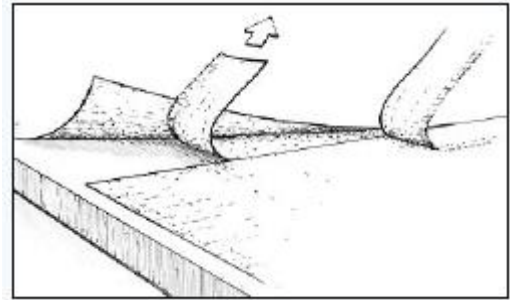

Рисунок 6-15 Снимите верхний обрезок, приподнимите противоположный край и уберите нахлёстывающийся обрезок.
- b. Уберите верхний обрезок, поднимите противоположный край для того, чтобы убрать нахлёстывающийся обрезок (Рисунок 6-15).